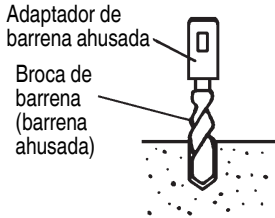

Fig. 21
- (1) Instale la broca con la barrena ahusada en el adaptador de barrena ahusada. (Fig. 21)